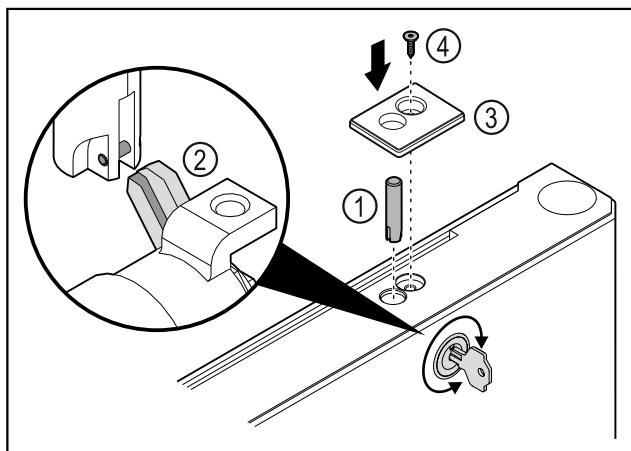

Fig. 37
- Colocar el perno de cierre Fig. 37 (1).
- Girar ligeramente la cerradura para que el perno de cierre Fig. 37 (2) encaje en la ranura de la cerradura.
- Colocar la cubierta Fig. 37 (3).
- Colocar el tornillo Fig. 37 (4).